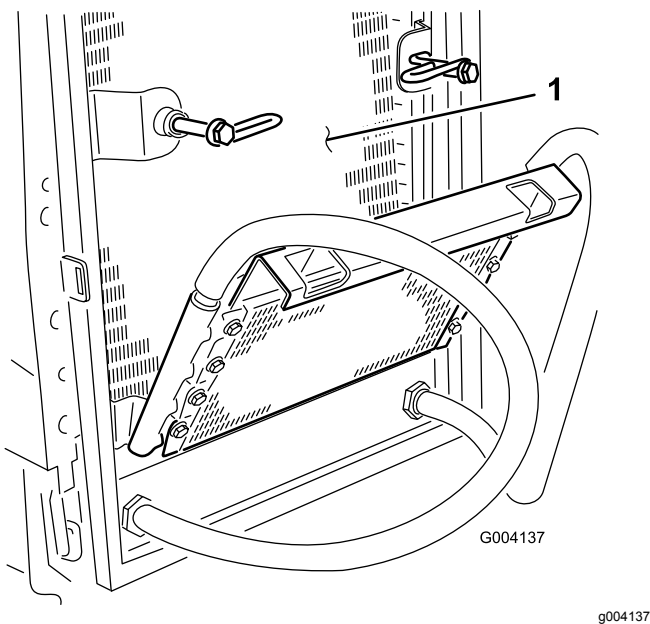

Figura 52
6. Pulite accuratamente entrambi i lati del radiatore dell'olio e del radiatore utilizzando aria compressa (Figura 52).